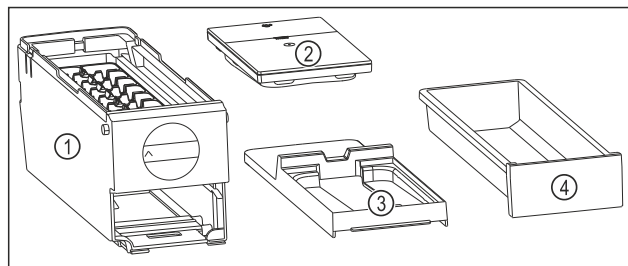

Fig. 173 Компоненти EasyTwist-Ice
- EasyTwist-Ice складається з чотирьох частин. (див. Fig. 173)
- Розбирайте EasyTwist-Ice тільки на зображені компоненти. (див. Fig. 173)
- Очистіть корпус EasyTwist-Ice Fig. 173 (1) без розбирання.